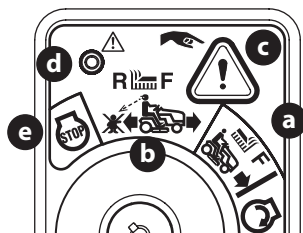

Figura 26
- Gire la llave de encendido de la posición CORTE NORMAL (a) a la posición MODO PRECAUCIÓN MARCHA ATRÁS (b) del interruptor de encendido (Figura 26).
- Presione y sostenga el botón MODO PRECAUCIÓN MARCHA ATRÁS (c) que está en la esquina superior derecha del módulo de encendido durante 3 segundos. La luz indicadora roja (d) que está en el ángulo superior izquierdo del módulo de encendido se mantendrá ENCENDIDA mientras esté activada (Figura 26).
- Una vez activada (luz indicadora ENCENDIDA), se puede operar el tractor en marcha atrás con la PTO (enganche de cuchillas) en la posición acoplada (ON).
- Siempre mire hacia abajo y hacia atrás antes y mientras se desplaza lentamente en marcha atrás, para asegurarse de que no haya niños en el área. Luego de retomar la marcha hacia adelante, vuelva la llave a la posición de CORTE NORMAL (a) para volver a la operación de corte normal (Figura 26 en la página 58).
- La llave se coloque ya sea en la posición CORTE NORMAL (a) o la posición STOP (detención) (e) (Figura 26).